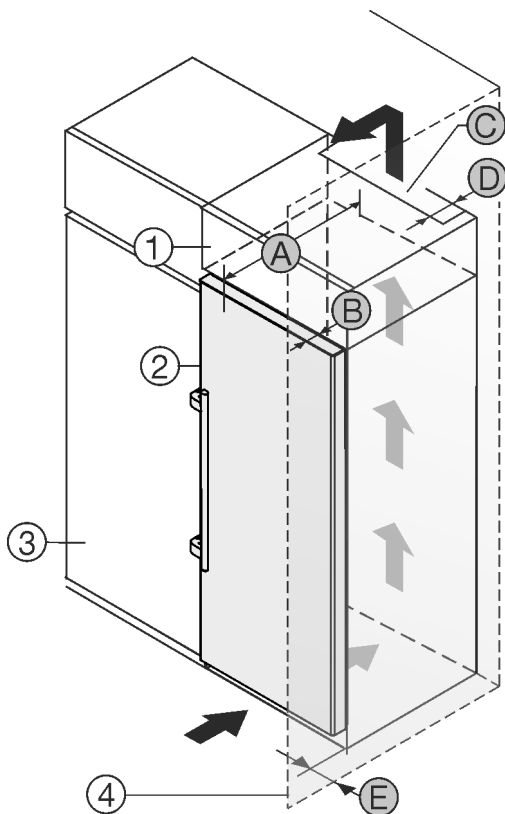

Fig. 2
Du kan opstille apparatet direkte ved siden af køkkenskabet Fig. 2 (3)*
På bagsiden af overskabet skal der være en ventilationskanal med dybden Fig. 2 (D) over hele overskabets bredde.*
Ventilationstværsnittet Fig. 2 (C) under rummets loft skal overholdes.*
Hvis apparatet opstilles med hængslerne ved siden af en væg Fig. 2 (4), skal afstanden mellem apparatet og væggen være mindst 57 mm. Dette svarer til det, som grebet rager frem, når døren er åben.*
For at døren kan åbnes helt, skal apparatet rage frem med dørens dybde Fig. 2 (B) i forhold til køkkenskabets forside. Apparatet kan rage mere ud afhængigt af køkkenskabenes Fig. 2 (3) dybde og anvendelsen af vægafstandsholdere.*